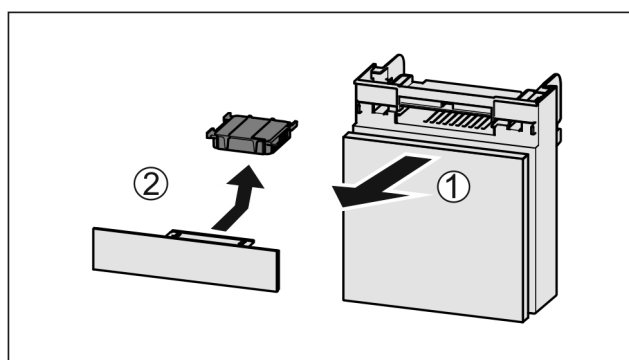

Fig. 134
- Extraire le compartiment par l'avant Fig. 134 (1).
- Sortir le filtre à charbon actif Fig. 134 (2).